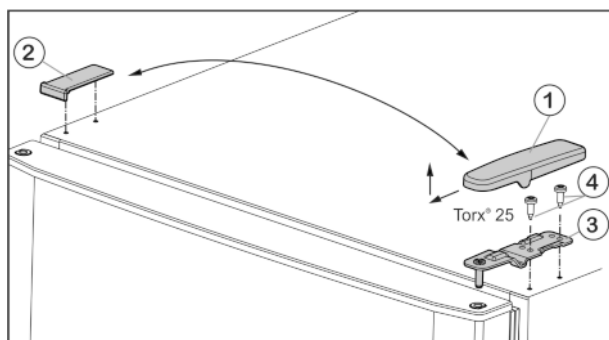

Fig. 5
- ▶ Wyjąć osłonę Fig. 5 (1) do przodu i do góry.
- ▶ Podnieść osłonę Fig. 5 (2).
- ▶ Odkręcić górną płytkę zawiasu Fig. 5 (3)(2 razy Torx® 25) Fig. 5 (4) i wyjąć ją do góry.
- ▶ Włożyć w drzwi górną płytkę zawiasu Fig. 5 (3) po nowej stronie zawiasów.
- ▶ Dokręcić górną płytkę zawiasu (z siłą 4 Nm) (2 razy Torx® 25) Fig. 5 (4). Ewentualnie użyć wkrętarki akumulatorowej.
- ▶ Założyć osłonę Fig. 5 (1) od zewnątrz odpowiednio po przeciwległej stronie i zazębnić.
- ▶ Założyć osłonę Fig. 5 (2) od góry odpowiednio po przeciwległej stronie i zazębnić.